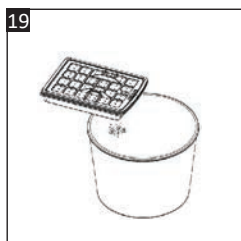

Fig. 19
5. Loviți ușor filtrul HEPA (23) deasupra unui coș de gunoi pentru a îndepărta excesul de praf (Fig. 19).